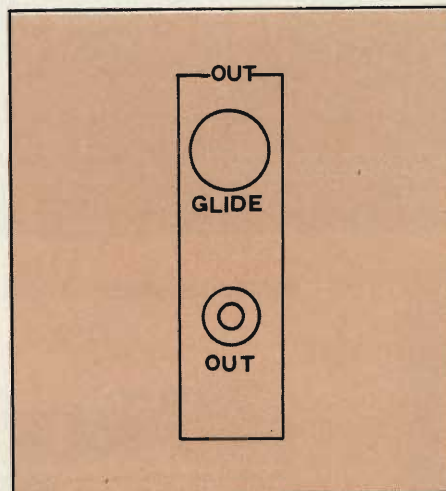

Fig. 5 - Stadio d'uscita; notate il comando di glissato.
- 4) La sezione d'uscita (fig. 5).
Finalmente eccoci alla sezione riguardante l'uscita, vedi fig. 5. Due sono i comandi presenti: R137 è un controllo di GLISSATO, per cui la percentuale di glide aumenta, da zero, ruotando R137 in senso orario; infine c'è il Jack 18, che sarebbe una boccola, ma che noi consigliamo di sostituire con un jack se c'è eventualità di usare il sequencer con sint alimentati non tramite la stessa alimentazione. Con un jack, infatti, il contatto di massa avverrà automaticamente, senza ricorrere ad altri fili.